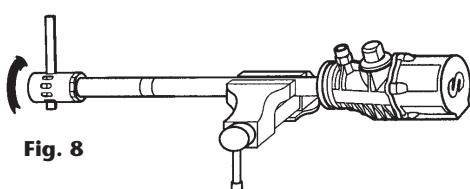

Fig. 8
2. Séparer la crêpine de l'ensemble du filtre d'aspiration (voir fig. 8).